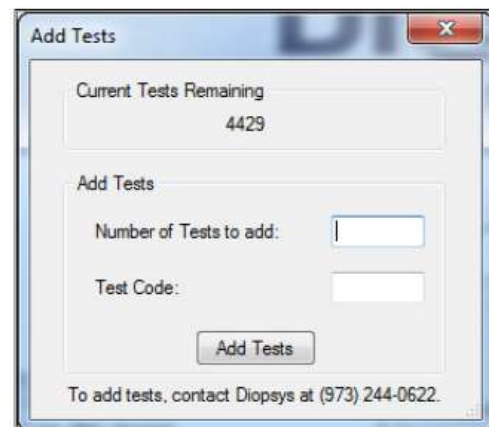

Figura 79: Janela de Testes de Compra
3. Na janela Testes de Compra (**Figura 79**), insira o Número de Testes **para adicionar**